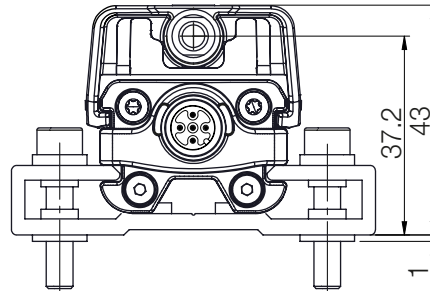
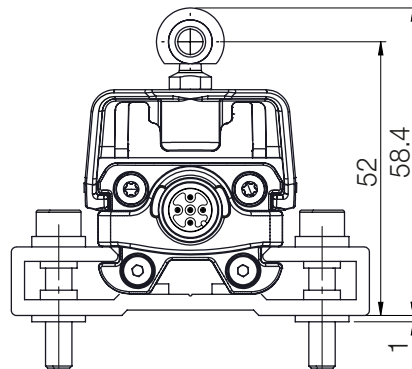
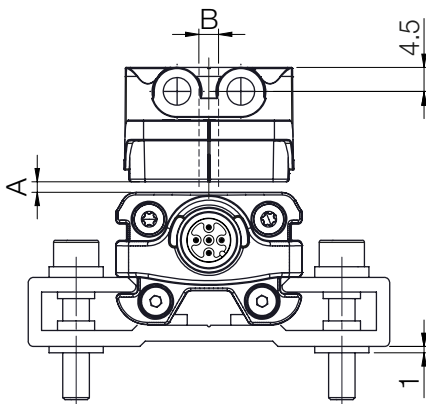
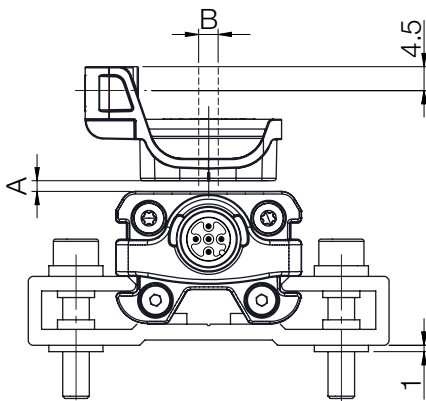

图 5-1: 使用BAM TG-IR-037-A时的尺寸和距离
图 5-2: 使用BAM TG-IR-037-B时的尺寸和距离
图 5-3: 使用BAM TG-IR-036-A时的尺寸和距离
图 5-4: 使用BAM TG-IR-036-B时的尺寸和距离
快速电感式位置测量系统BIR不仅适用于自由式即非接触工作的位置指示器(参见图 5-3和图 5-4)，同样也适用于引导式位置指示器(参见图 5-1和图 5-2)。
- 对于位置指示器和BIR之间的距离A以及中心偏置量B（参见图 5-3和图 5-4），请遵守以下数值：